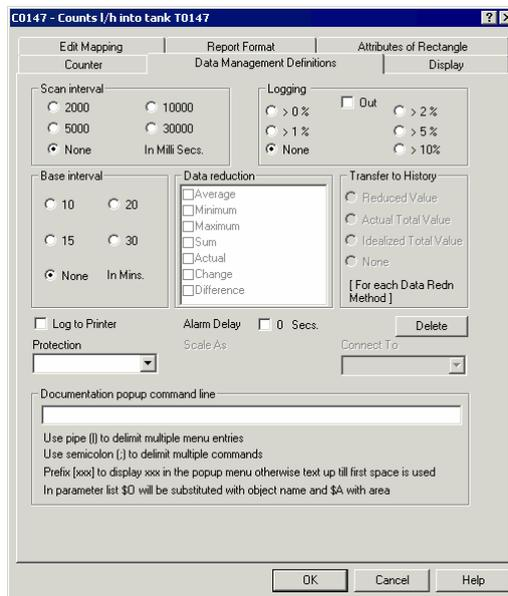

Рис. 3.56. На закладке **Data Management Definitions** Вы определяете свойства сбора данных. Отметьте, что нет сохранения и базового интервала.
3. Выберите закладку **Data Management Definitions** и введите значения, как показано на рис. 3.56. Как можно увидеть, этот счетчик не имеет сохранения данных из журнала событий.